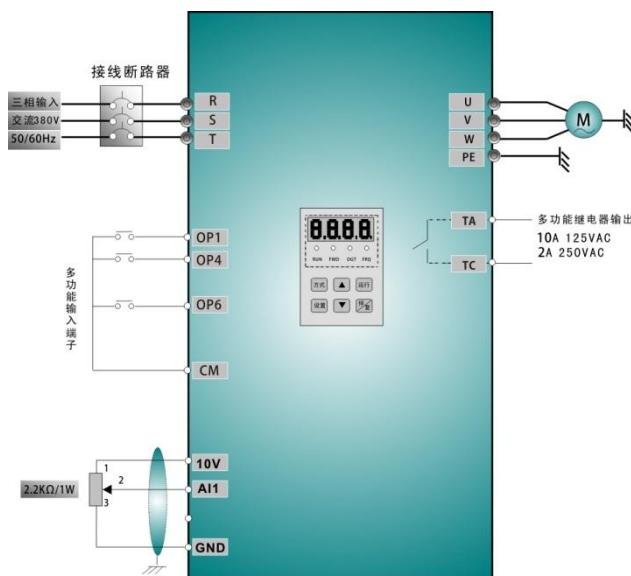

图 4-3 接线图 3
- (1) 按图 4-3 配线, 检查接线正确后, 合上空气开关, 变频器上电; 注意: 外部模拟信号设定电位器可选择 2K~5K 电位器。对于精度要求高的场合请选用精密多圈电位器, 接线使用屏蔽线, 屏蔽层近端可靠接地。